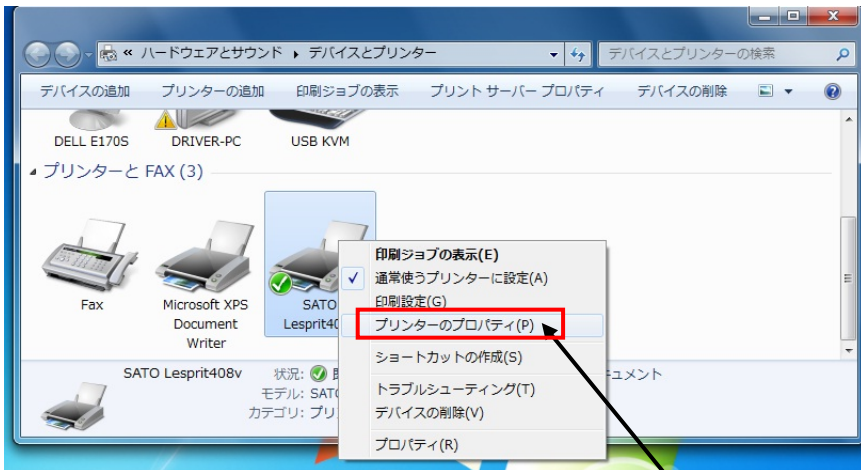
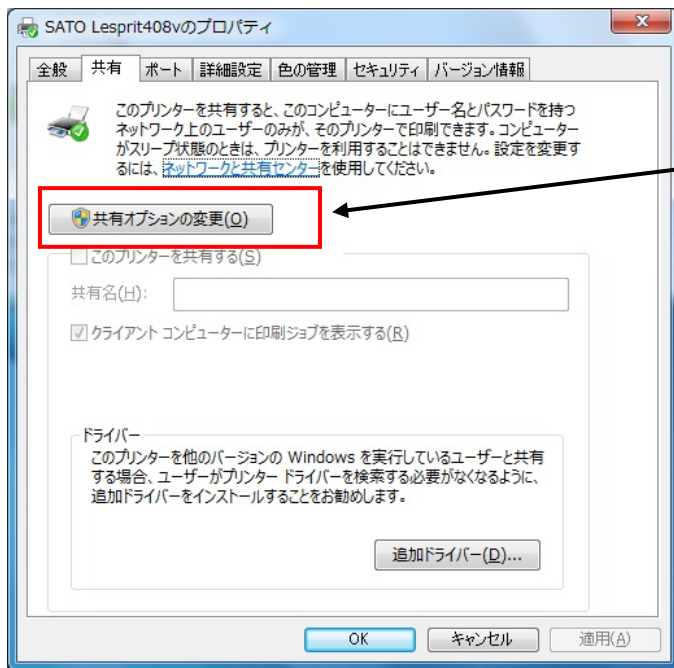

図 1.1.1. 「プリンタフォルダ」画面
図 1.1.2. 「共有」プロパティ画面
指定の方法は、図 1.1.1～図 1.1.2 に示すように「プリンタ」フォルダの中にある、SATO Lesprit408v プリンタを選択し、「プリンターのプロパティ(P)」⇒「共有」タブ選択⇒「共有オプションの変更(O)」と選択します。
Windows 7 の OS でのポートに関する設定変更は、全て**管理者権限**が必要です。管理者権限を取得するには、図 1.1.2 のように「共有」プロパティで「共有オプションの変更 (Q)」⇒「ポート」プロパティと選択します。